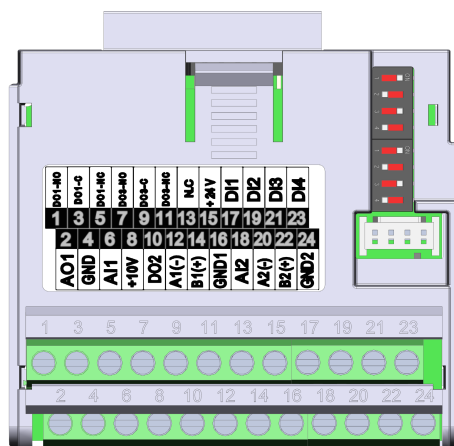

Figura 19.4: Módulo Plug-in CFW500-CRS485
El módulo plug-in CFW500-CRS485 tiene la interfaz Serial (1) a través de la puerta RS-485 en los bornes 12 (A1-) y 14 (B1+), así como la interfaz Serial (2) también a través de otra puerta RS-485 en los bornes 20 (A2+) y 22 (B2+), vea la Figura 19.4 en la página 19-1. Vea también, el GND1 en el terminal 16 y GND2 en el terminal 24 están aislados uno del otro y del GND en el terminal 16.